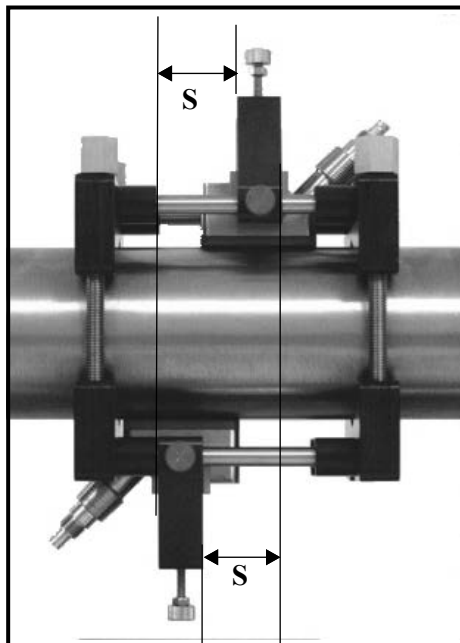

Рис. 27. Зажимное приспособление V4, вид сверху
Общее расстояние между креплениями измеряется от левого края до левого края, либо от правого края до правого края. На *Рис. 27* ниже показано стандартное расположение.
4. Аналогичным образом выполните установку второго преобразователя, как показано на *Рис. 27* выше.